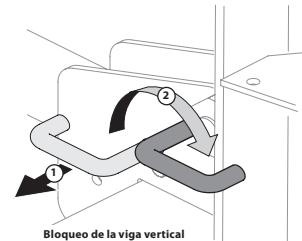

Figura 14
- Para tratar la vigueta en posición vertical, tire del bloqueo de vigueta vertical hacia afuera y gírela para ajustar la vigueta. Vea la Figura 14.